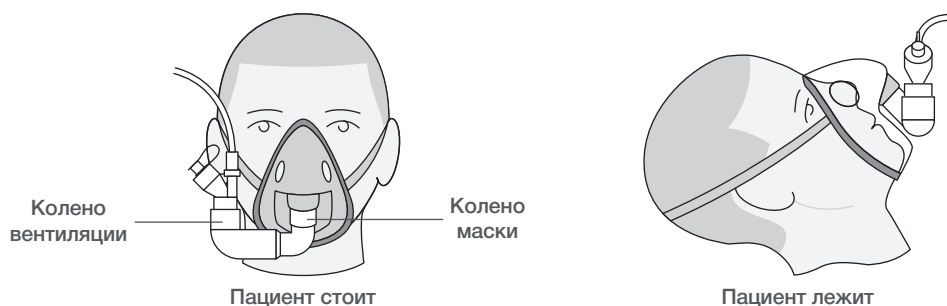

Рисунок 8. Подсоединение к маске
Примечание. При использовании с другими принадлежностями см. рис. 8, 9 и 10.
2. Поверните колено вентиляции в положение, наиболее удобное для пациента (рис. 8).
Предупреждение. С целью обеспечения правильного распыления следите за тем, чтобы небулайзер всегда находился в вертикальном положении (рис. 8 и 9).